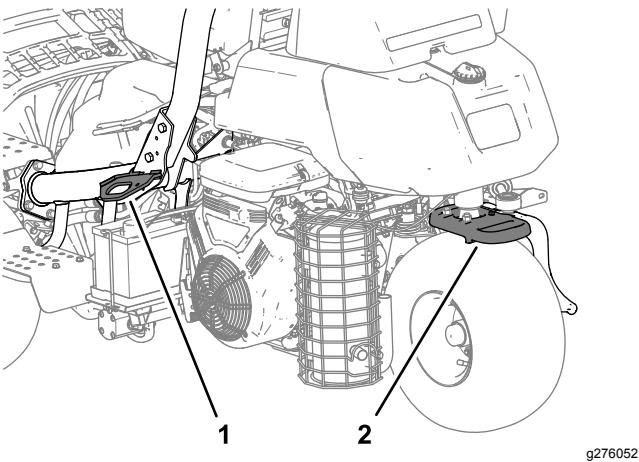

Bild 26
- Vergurten Sie die Maschine sicher mit Riemen, Ketten, Kabeln oder Seilen. Die vorderen und hinteren Gurte sollten nach unten und außerhalb der Maschine verlaufen (Bild 26).